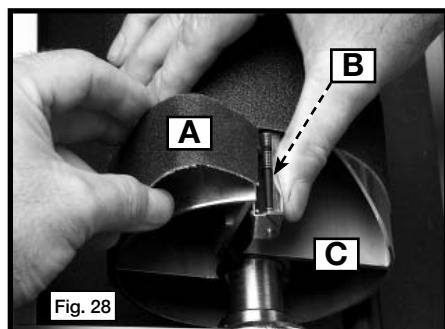

Fig. 28
2. Comprimer l'attache à ressort (B), Fig. 28, et extraire un bout de la bande abrasive (A).